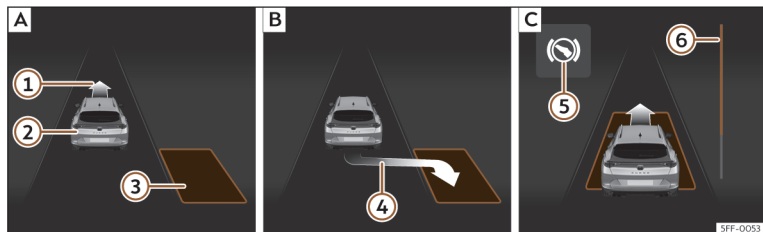
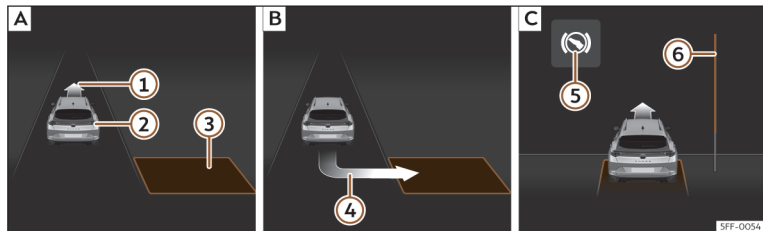

Fig. 152 No ecrã do painel de instrumentos: estacionar em paralelo. **[A]**: Procurar um lugar de estacionamento. **[B]**: Posição para estacionar. **[C]**: Manobrar.
Fig. 153 No ecrã do painel de instrumentos: estacionar em espinha. **[A]**: Procurar um lugar de estacionamento. **[B]**: Posição para estacionar. **[C]**: Manobrar.
para estacionar >>> **Fig. 152 [B]** ou >>> **Fig. 153 [B]**. O lugar foi considerado “apropriado” se no ecrã do painel de instrumentos aparecer a indicação de estacionar ④.
- Retroceda até o sinal contínuo do ParkPilot soar; **OU:** retroceda até aparecer a indicação de marcha à frente no ecrã do painel de instrumentos >>> **Fig. 152**  ou >>> **Fig. 153** ; **OU:** retroceda até aparecer a mensagem **Park Assist finalizado** no ecrã do painel de instrumentos. A barra de progresso  indica a distância a percorrer.
- Faça marcha à frente até soar o sinal contínuo do ParkPilot; **OU:** faça marcha à frente até aparecer a indicação de fazer marcha-atrás no ecrã do painel de instrumentos. O sistema de estacionamento assistido manobra o veículo em frente e em marcha-atrás até centrá-lo no lugar >>> **Fig. 152**  ou >>> **Fig. 153** .
A barra de progresso >>> **Fig. 152**  e >>> **Fig. 153**  mostra simbolicamente no ecrã do painel de instrumentos a distância relativa que ainda falta percorrer. Quanto maior for a distância, mais cheia está a barra de progresso. Ao circular em marcha à frente, o conteúdo da barra de progresso diminui para cima, e ao circular marcha-atrás, diminui para baixo.